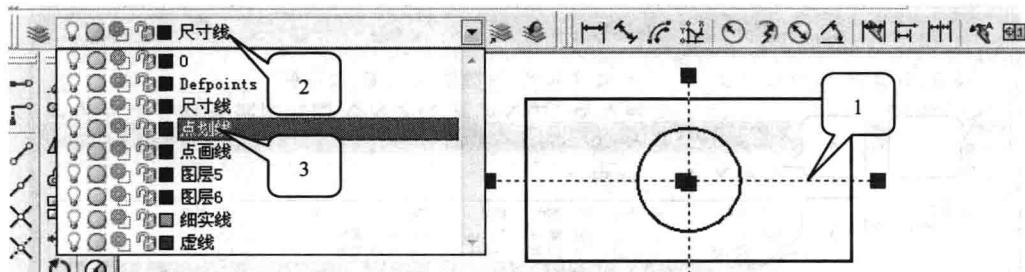

图 1-7 用图层改变图线
(2) 绘图后改变图层。在图线画完后，通过改变图线的图层改变图线，如图 1-7 所示，操作方法如下。
① “命令提示”窗口显示“命令：”，即没有选择命令，用鼠标拾取要改变的图线（可以多条），该图线“变虚”，同时图线中有“亮点”出现。
②用鼠标左键单击“图层”工具栏的窗口，选定需要的图层，按键盘上的“空格”键结束，即完成图线的修改。